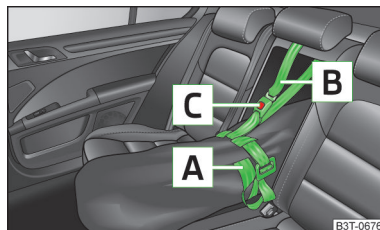

Fig. 98 Fixation du sac de chargement
- Tirez sur l'extrémité libre de la sangle de serrage **A** pour la serrer autour des skis devant les fixations » fig. 98.
- Une fois le chargement effectué avec les skis, n'oubliez pas de fixer le sac de chargement au moyen de la sangle de fixation **B** » fig. 98.